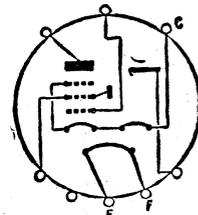

Figure JH 109-F
1) Les caractéristiques de ces deux tubes sont sensiblement les mêmes, et vous pouvez remplacer l'un par l'autre, sans modification. Vous trouverez à la figure JH 109-F le brochage de la EFM11 ;